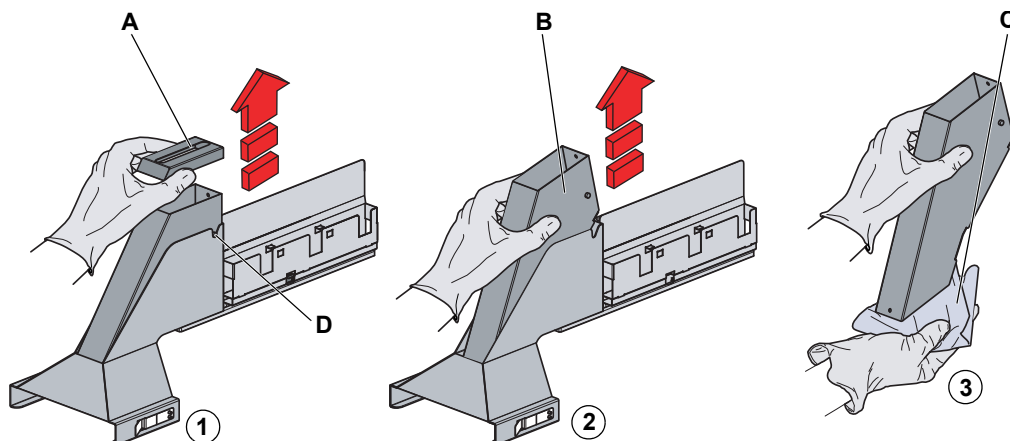

Рис. 7-21 Удаление вкладыша спускного желоба для отработанных DiTi
- 6 Установите обратно вкладыш спускного желоба для отработанных DiTi. Убедитесь в правильном позиционировании направляющего штифта спускного желоба для отработанных DiTi в отсеке (D, Рис. 7-21, Рис. 7-51).